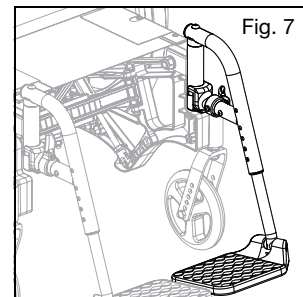

Fig. 7
- b. Faites pivoter le repose-pied pour qu'il s'aligne avec le châssis et se verrouille dans le bloc de verrouillage (Fig. 7).